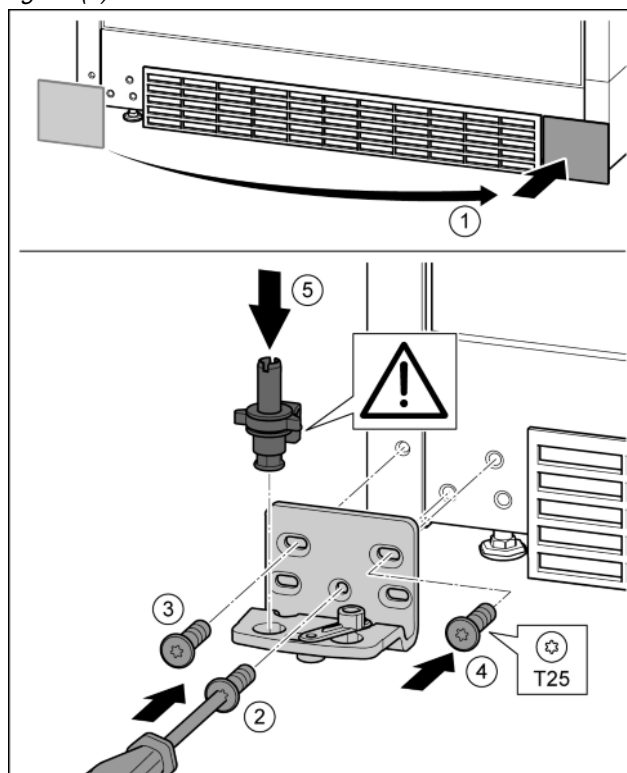

Fig. 13
- ▶ Afdekking eraf halen en op de andere kant aanbrengen. Fig. 13 (1)
- ▶ Lagerbus op de andere kant aanbrengen en met behulp van een schroevendraaier T25 vastschroeven. Met schroef 2 onder in het midden beginnen. Fig. 13 (2)
- ▶ Schroef 3 en 4 vastschroeven. Fig. 13 (3, 4)
- ▶ Lagerbus volledig aanbrengen. Let op dat de vergrendelnok naar achter wijst. Fig. 13 (5)